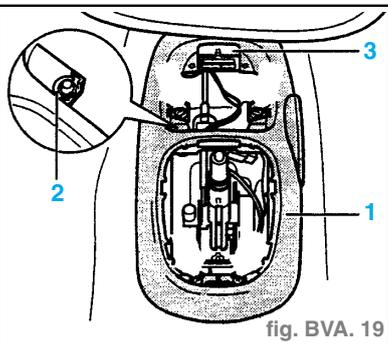

fig. BVA. 19
- Retirer la poignée (1) et le revêtement (2) par le haut.
- Déclipser le cache (3).
- Ouvrir le cendrier (4) et l'extraire par le haut.
- Dévisser les vis à empreinte cruciforme (flèches). (fig. BVA. 19)
- Déclipser la douille d'ampoule d'éclairage du cendrier (2) et la fiche de diagnostic (3).